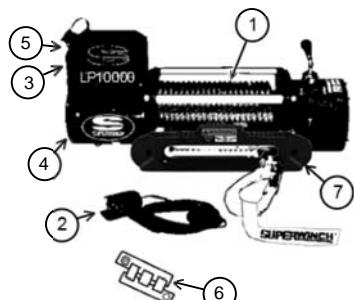

Figure 9
(Voir la Figure 9) Ramenez le bouton d'embrayage à la position « Désengagé ». Si l'y a une charge sur le câble métallique, il pourrait être difficile de déplacer le bouton d'embrayage. NE FOROEZ PAS LE BOUTON D'EMBRAYAGE. Relâchez la tension sur l'embrayage en lâchant un peu du câble métallique. Déroulez plusieurs pieds de câble métallique du tambour. Ramenez le bouton d'embrayage à la position « Engaged ». Activez momentanément le treuil en mode déroulement afin de vérifier la direction de la rotation du tambour. Vérifiez votre câblage si le tambour tourne dans la mauvaise direction. Dégagiez l'embrayage, puis tirez sur le câble métallique et fixez-le au point d'ancre ou à la charge. Vérifiez qu'il reste assez de câble pour faire au moins cinq (5) tours sur le tambour. Réembrayez le tambour en ramenant le bouton d'embrayage à la position